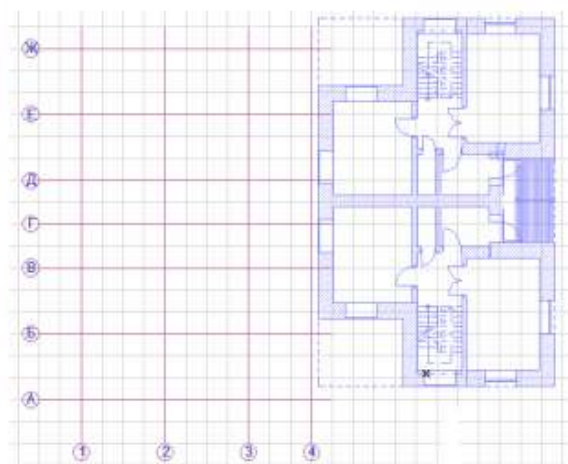

Рисунок 7.10
8. Щелчком выделите ссылку и переместите ее правый верхний угол в правый верхний узел сетки (рисунок 7.10), активизировав первую кнопку второго ряда в появившейся локальной панели.